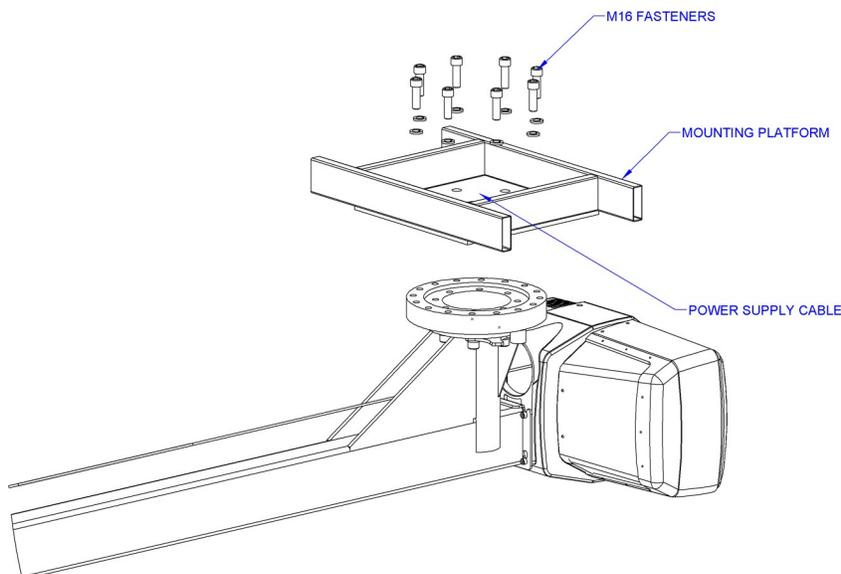

Abb. 5A. Installation der Easy Arm®-Hängeeinheit.
- 5.3** Heben Sie das Gerät bis zur Montageplattform an und führen Sie das Stromversorgungskabel (und den optionalen Druckluftschlauch) durch das Mittelloch in der Plattform (**Abb. 5A**). Führen Sie Befestigungselemente durch die Plattform und in die Gewindebohrungen des Hauptlagers ein. Halten Sie das Gerät mit Kran oder Gabelstapler gestützt, bis alle Befestigungselemente ordnungsgemäß angezogen sind.